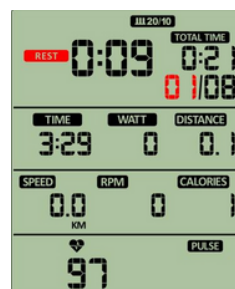

Figura 31
- La ventana muestra 01/XX (la parte 01 debe parpadear), el ÍCONO REST continúa parpadeando, el buzador suena durante 0,25 segundos cada segundo, y el TIEMPO comienza a contar regresivamente desde 10 segundos (Figura 31).